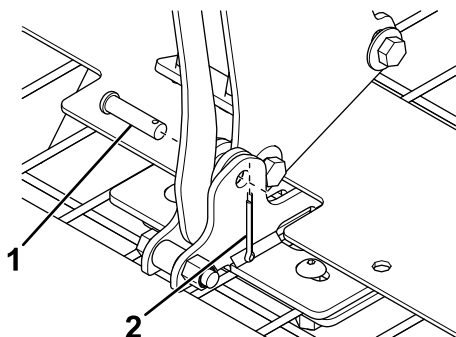

**Figura 21**
- Coloque la tapa sobre el esparcidor en posición vertical, como se muestra en la Figura 21.
- Alinee las ranuras de las guías con los orificios de los soportes de montaje (Figura 21).
- Deslice los rodillos por las guías hasta que queden alineados con los orificios de los soportes de montaje (Figura 21).